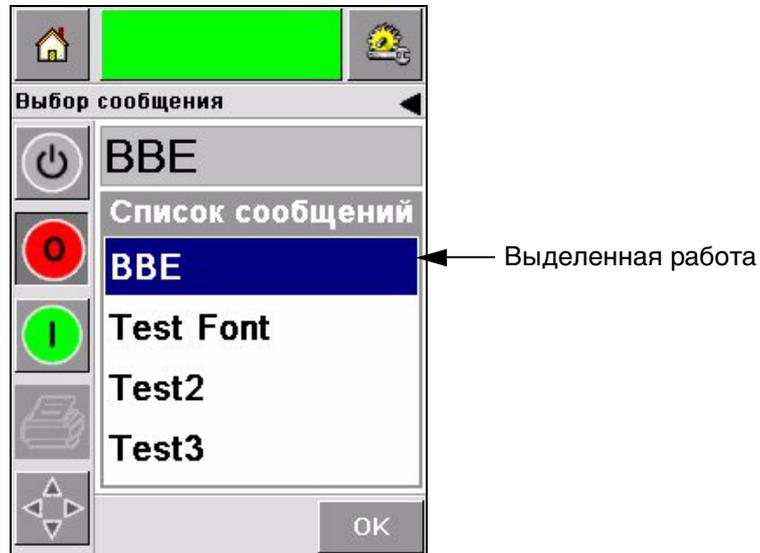
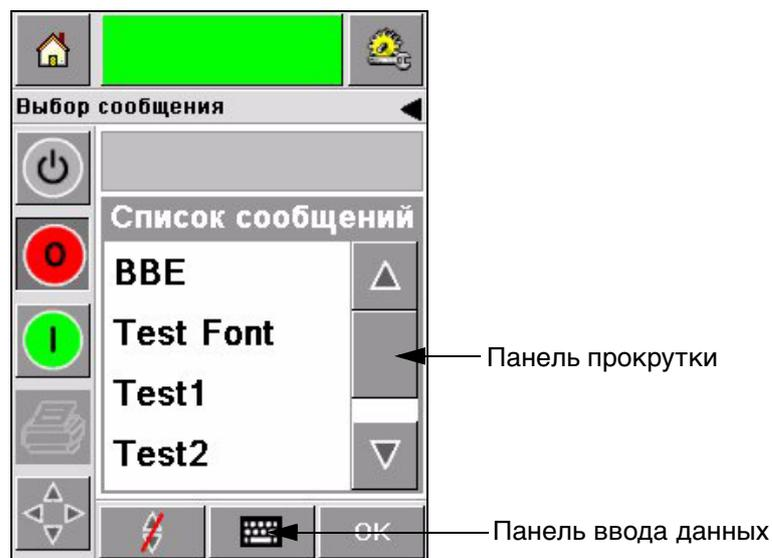

Рисунок 5-3: Выбор задания
Рисунок 5-4: Панель прокрутки
- 2 Если задание короткое, коснитесь названия задания и название задание выделится (Рисунок 5-3).
- Появится полоса прокрутки (Рисунок 5-4 на странице 5-4). Полоса прокрутки поможет двигаться вверх и вниз по базе данных, чтобы просмотреть все задания и выбрать нужное.
- Коснитесь *пиктограммы* Панель ввода данных (Рисунок 5-4 на странице 5-4). Экран *выбора задания* появится с клавиатурой ввода данных (как на мобильном телефоне). Название задания отобразится автоматически, когда вы начнете вводить первые буквы названия задания, таким образом, Вы можете выбрать нужное задание (Рисунок 5-3).